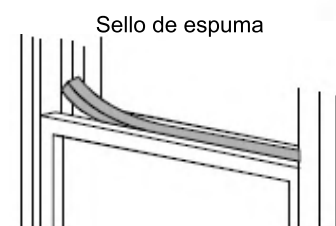

Fig.11
5. Corte el sello de espuma a una longitud adecuada y selle la brecha abierta entre la hoja de la ventana superior y la hoja de la ventana exterior. Se muestra como en la Fig.11.